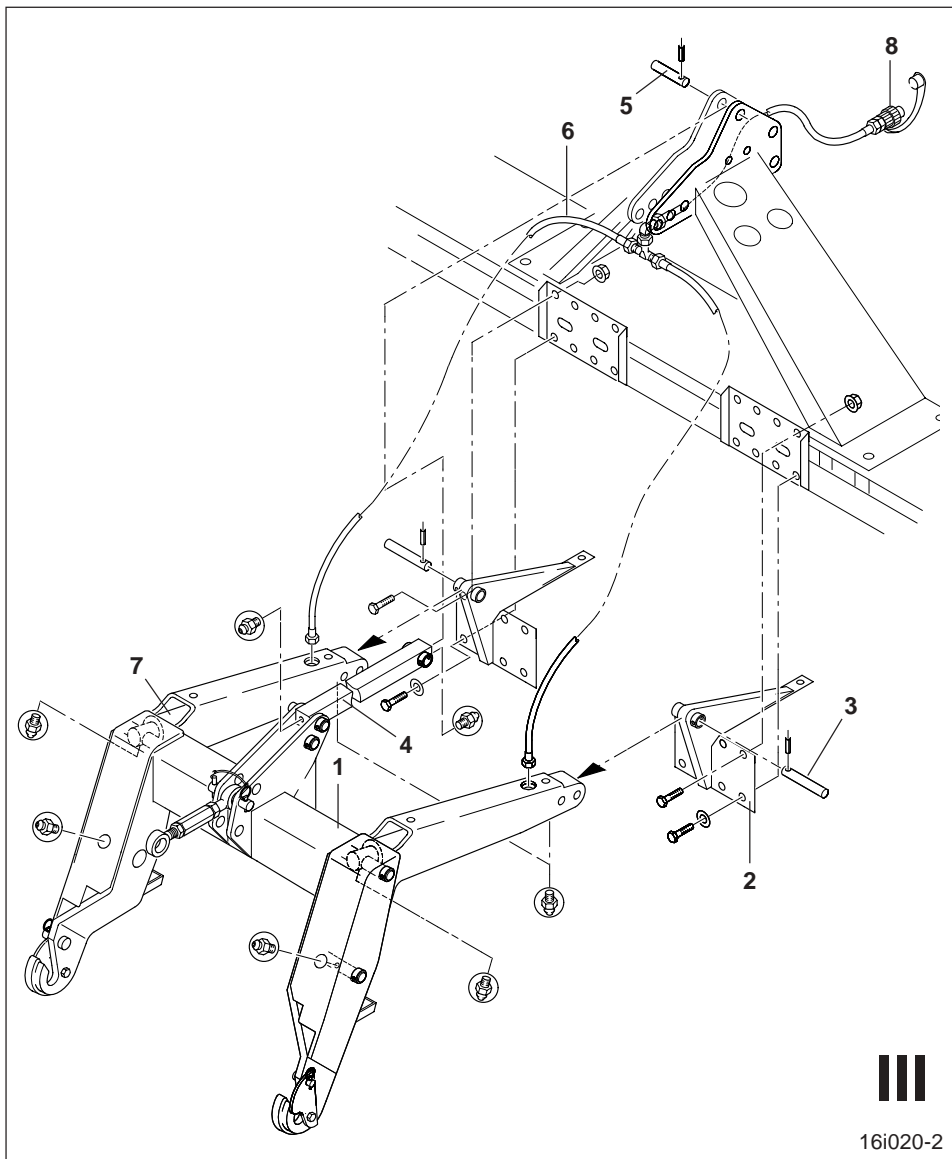

Fig. 13.4
- Konsole (Fig. 13.4/2) an der Bodenbearbeitungsmaschine anschrauben.
- Hubrahmen (Fig. 13.4/1) in einen Kran einhängen.
- Hubrahmen mit Bolzen (Fig. 13.4/3) an den Konsolen (Fig. 13.4/2) befestigen und mit Spannstiften sichern.
- Den Oberlenker (Fig. 13.4/4) am oberen Dreipunkt der Bodenbearbeitungsmaschine mit einem Bolzen (Fig. 13.4/5) befestigen und mit einem Spannstift sichern.
- Den vormontierten Hydraulikschlauch (Fig. 13.4/6) an beiden Hydraulikzylindern (Fig. 13.4/7) anschließen und an der Bodenbearbeitungsmaschine mit Kabelbindern befestigen.
- Kupplungsstecker (Fig. 13.4/8) am Schlepper an ein einfach wirkendes Steuerventil anschließen (s. auch Hinweis in Kap. 13.0). Hubrahmen von der Schlepperkabine aus mit Druck beaufschlagen und die Hydraulikanlage auf Leckstellen überprüfen. Leckstellen gegebenenfalls beseitigen.